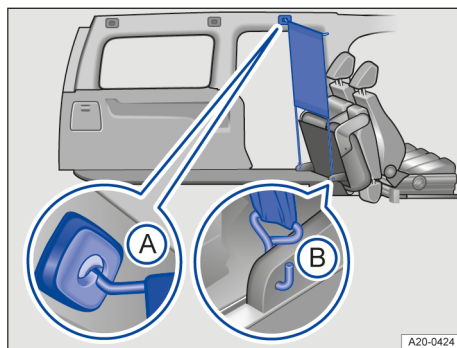

Fig. 150 În spatele celui de-al doilea rând de scaune, rabatat: perete despărțitor din plasă montat.
2. Agățați peretele despărțitor din plasă în suportul din *stânga față* → fig. 150 A, pe plafon. Asigurați-vă ca bara transversală să fie trasă în jos, peste poziția superioară.
4. Agățați peretele despărțitor din plasă în fixajul scaunului → fig. 150 B.